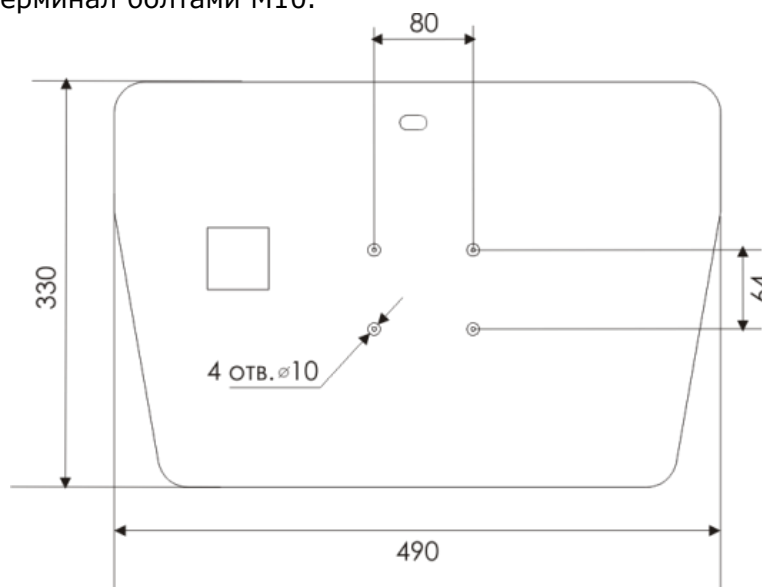

Рис. 6
1. на месте установки платежного терминала в поверхности пола просверлить 4 отверстия, как показано на рис. 6.